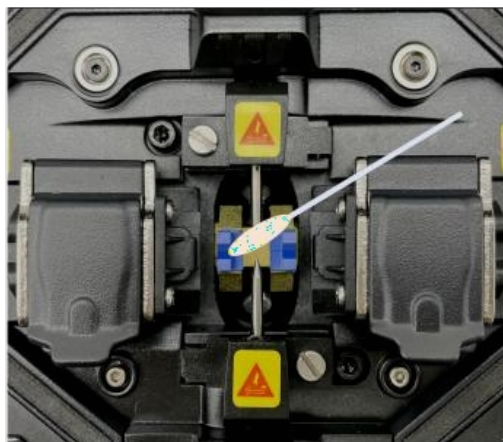

Abbildung 5.2 Reinigen der Oberfläche der Nut
- (2) Reinigen Sie die Oberseite und den Boden der V-förmigen Nut mit einem in Alkohol getränkten Wattestäbchen und wischen Sie den Alkohol anschliessend mit einem trockenen Wattestäbchen aus der V-förmigen Nut, wie in Abbildung 5.2 dargestellt. Achten Sie darauf, keine Fusseln zu hinterlassen.